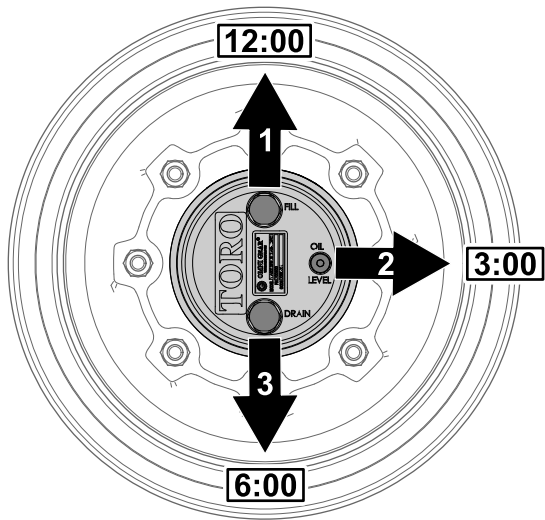

图 66
1. 将机器停放在水平地面上将车轮放置为加油塞在 12 点钟位置检查塞在 3 点钟位置排油塞在 6 点钟位置图 66。
2. 取出 3 点钟位置的检查塞图 66。
1. 将机器停放在水平地面上将车轮放置为加油塞在 12 点钟位置检查塞在 3 点钟位置排油塞在 6 点钟位置请参阅 检查行星齿轮传动润滑油 \(页码 41\) 中的图 66。